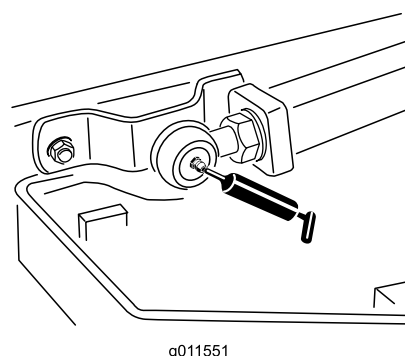

Figure 83
- 2 rotules de bras de levage (Figure 83)